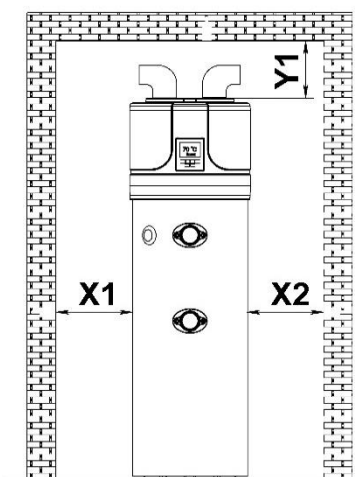

Fig. 4a – Spațiu minim și instalare fără conducte de aer
Instalarea aparatului **TREBUIE** să se facă într-un loc potrivit, care permite o utilizare normală și efectuarea unor activități de setare, profilaxie, sau întreținere extraordinară a aparatului. Iată de ce **ESTE IMPORTANT** - a se asigura (a se garanta) un spațiu de lucru necesar, conform dimensiunilor, menționate la **Fig. 4a**.
ATENȚIE! Pentru a se evita o circulație „SCURTĂ” a aerului între intrare și ieșire, în cazul în care avem instalație fără conductă de aer, utilizați întotdeauna două coturi montate în direcții opuse. Fig. 4a
- Circulația aerului în întregime în cameră (Fig. 4a). Acest lucru poate duce la răcirea și uscarea aerului din această (încăperea). Dacă încăperea nu este ventilată, eficiența aparatului scade. Încăperea TREBUIE să fie cu un volum minim de 20 m³